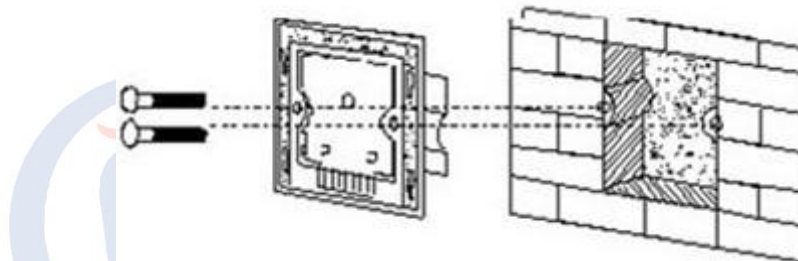

图 3
- ① “L” 接线柱——连接220V 电源的火线；
- ② “N” 接线柱——连接220V 电源的零线；
- ③ “电机” 接线方法——若电机为四根线，则棕色接M1L1，黑色接M1L2，蓝色（公共）接零线。M1L1，M1L2 为电机控制线接线柱。
4) 安装开关底座，如图3所示，接好线后将触摸开关装在墙上暗盒内，再打上螺丝，使之固定在墙面，将底座装到墙上，再把触摸面板盖好并压紧。